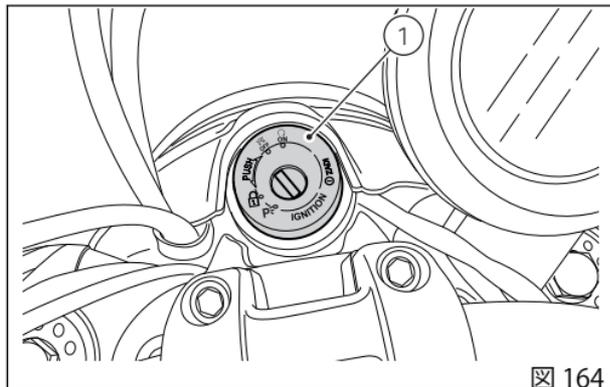

図 164
イグニッションキーを(1、図164)の位置に回します。インストルメントパネルの緑のランプN(A)と赤のランプ (B) が点灯していることを確認してください。